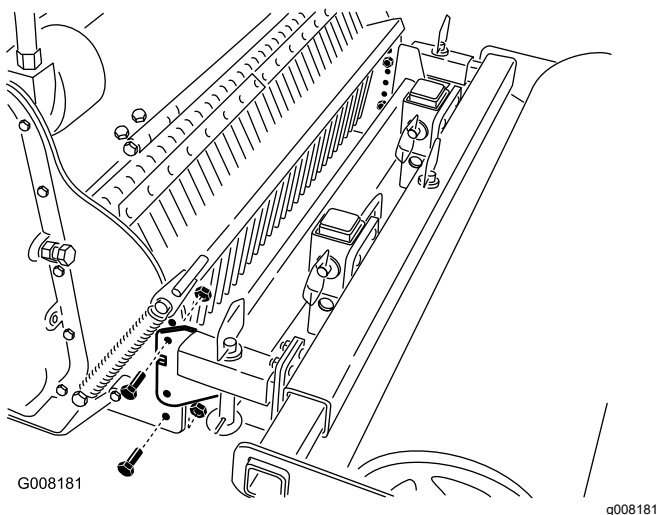

Figura 6
2. Retire los pernos que fijan los brazos al cultivador (Figura 6).
3. Mueva los brazos al conjunto de taladros que corresponde a la profundidad deseada (Figura 6).